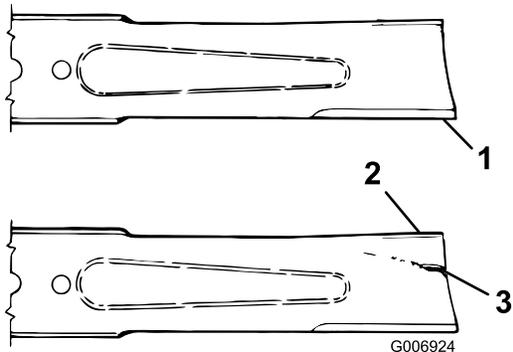

図 75
3. ブレードの切っ先を注意深く観察、特に、直線部と曲線部が交わる部分をよく観察する 図 75。
4. 磨耗が進んでいる場合 図 75 には、ブレードを交換する ブレード回転面の検査 \(ページ 66\) を参照。
ブレードの磨耗を放置すると、ブレードのセール部と平坦部との間に割れ目が発生する 図 75。この割れ目が拡大すると、最終的にはブレードがちぎれてハウジングの下から飛び出し、これがオペレータや周囲の人に重大な人身事故となる。